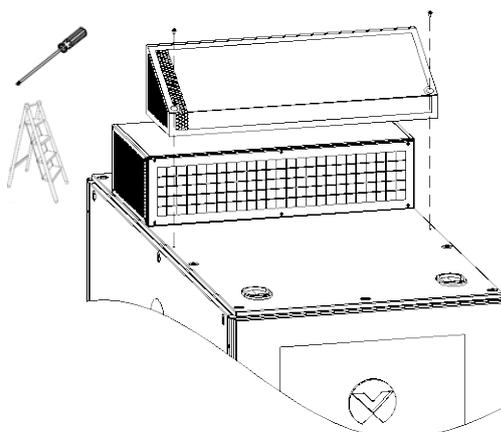

図 4-2 1. ECO ファン・モジュール上部のカードを外す
- ファン・モジュール上部ガードの固定ネジ 2 本を外し、ガードを持ち上げて取り外す(図 4-2)。